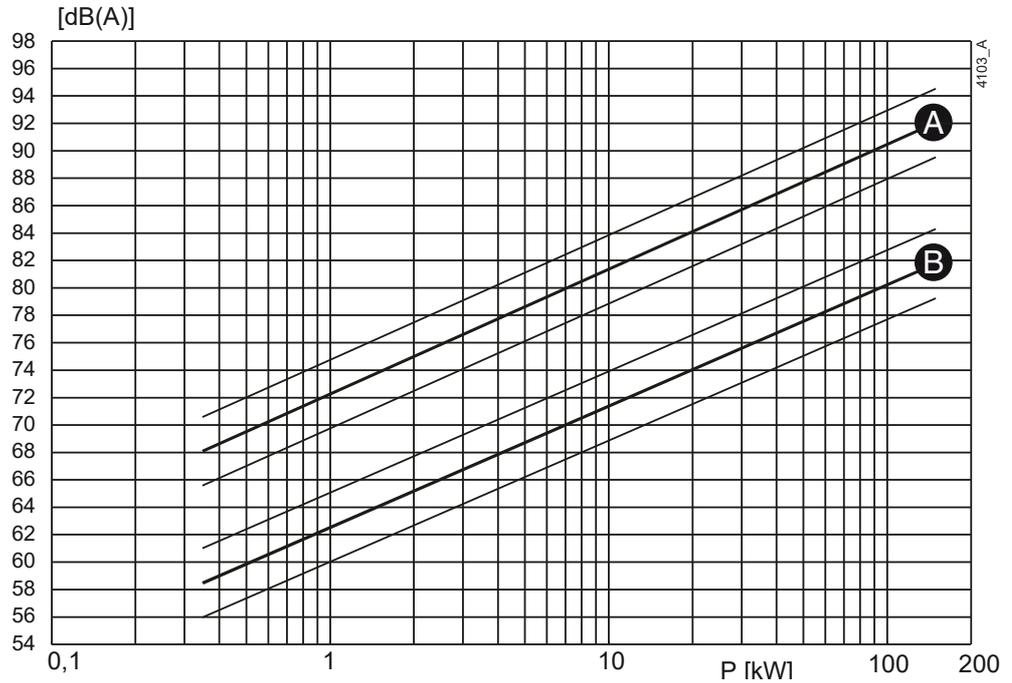
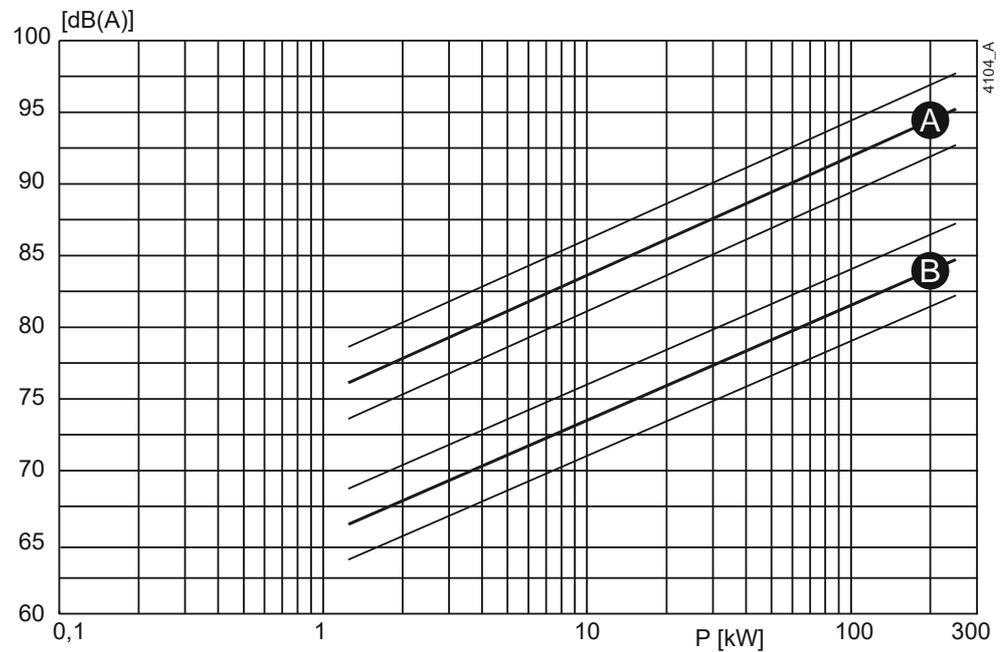

Figura 31: El ruido como función de la capacidad de la bomba [kW] a 1450 min^{-1}
Figura 32: El ruido como función de la capacidad de la bomba [kW] a 2900 min^{-1}
- 1 Para determinar el nivel de ruido (L1) de la bomba, consulte figura 31 o figura 32.